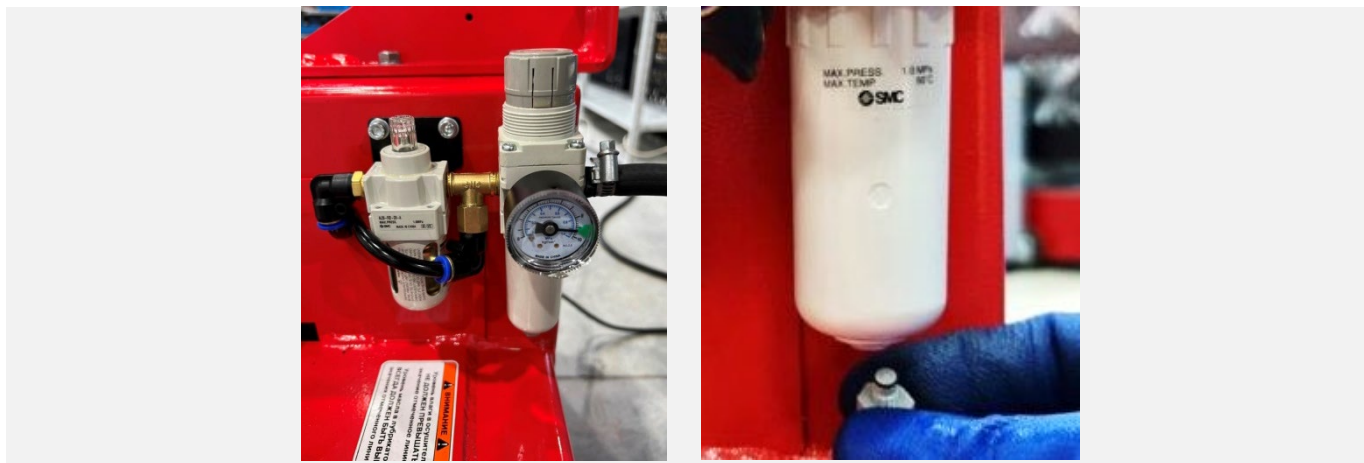

Рисунок 57
**11.3.1** При достижении конденсатом уровня на 10 мм ниже фильтрующего элемента, необходимо выполнить его слив. Для этого повернуть сливную пробку на дне стакана (см. Рисунок 57) и дождаться полного вытекания конденсата.